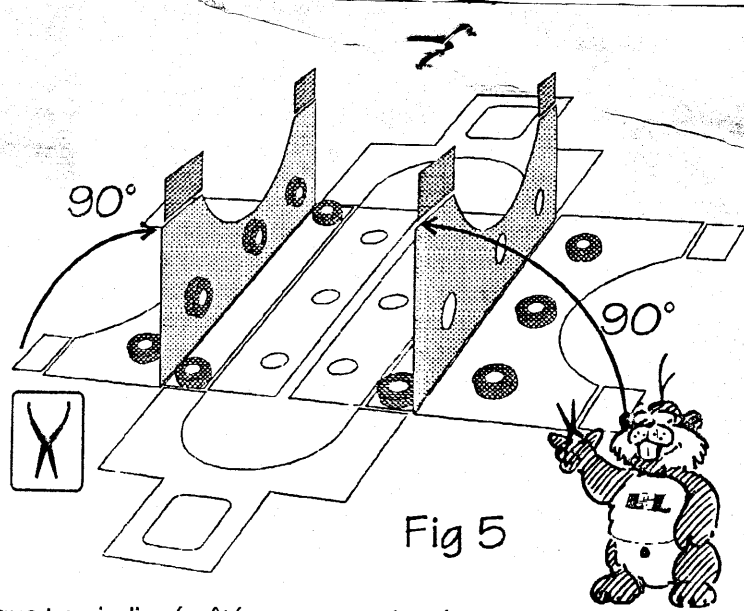

Fig 5
- 1.5 : Repliez les deux côtés de la plaque vers le haut à 90° (Fig 5)
- 1.6 : Replier vers l'intérieur les guides A puis soudez-les (Fig 5)
- 1.7 : Replier à 90° vers le haut les côtés intérieurs. (Fig 5)